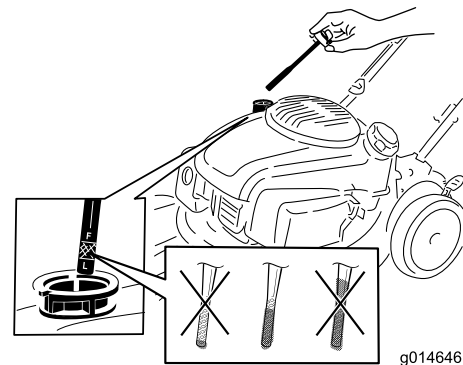

Figura 16
2. Retire la varilla (Figura 16).
4. Vierta **lentamente** aceite en el tubo de llenado hasta que el nivel llegue a la marca "Full" (lleno) de la varilla (Figura 16). **No llene demasiado.** (Capacidad máxima: 0,65 l (22 onzas), tipo: 10W-30 o SAE 30, aceite detergente con clasificación de servicio API, SJ, o superior.)
llenado de aceite (**sin enroscarla**), luego retírela de nuevo y compruebe el nivel (Figura 16).